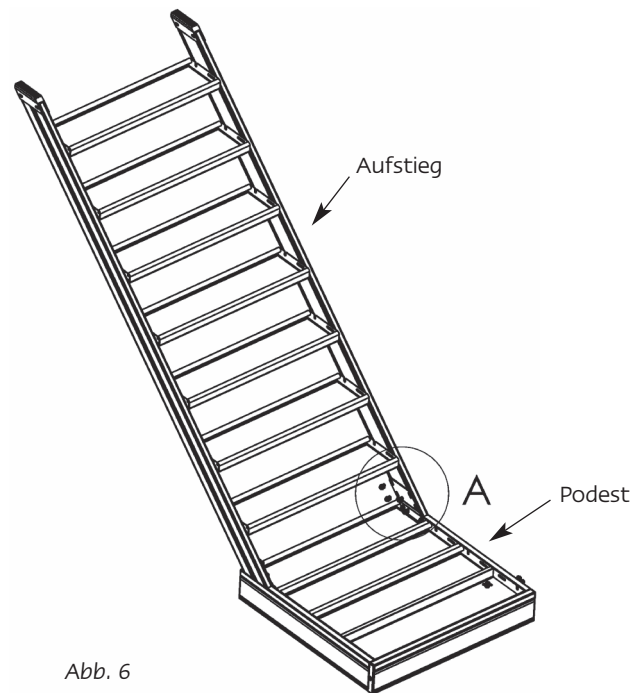
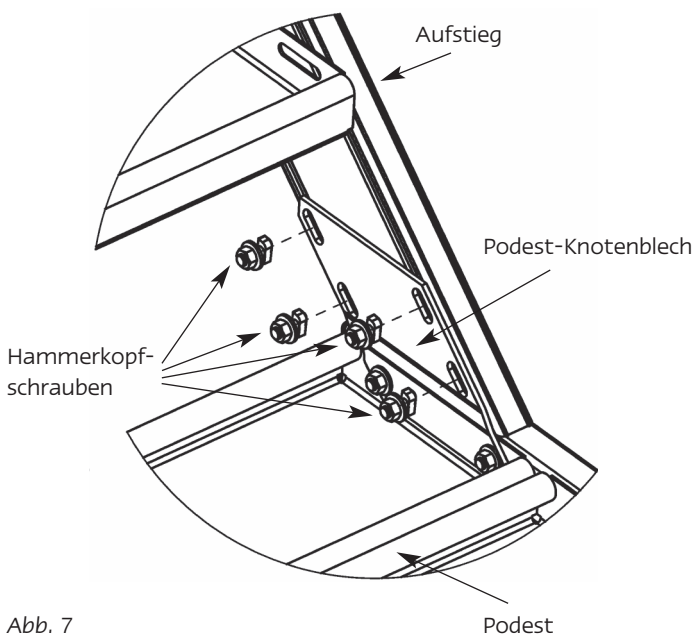

Abb. 6
Abb. 7
2. Die Treppenwangen vom Aufstieg an die Podest-Knotenbleche aufschieben (Abb. 6) und die Hammerkopfschrauben einführen und festziehen. (Abb. 7). Bei größeren Treppen eventuell den Aufstieg mit Podest auf die Seite legen und montieren.